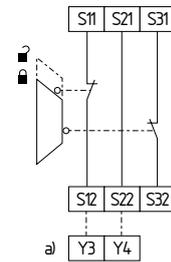

Fig. 17
**Surveillance de protecteur à 2 canaux avec dispositif d'interverrouillage selon EN 1088 (Fig. 17)**